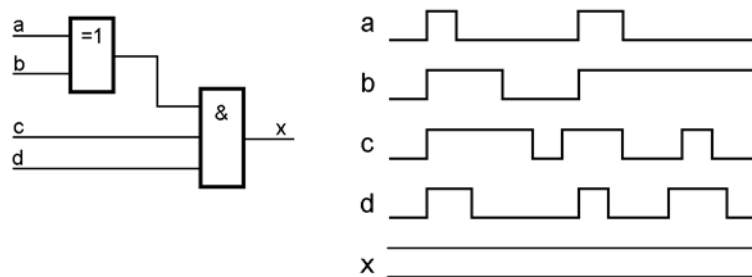

Abb. 6
6. Am Eingang einer Schaltung messen Sie die dargestellten Signalverläufe (Abb. 6). Was erwarten Sie am Ausgang? (Signalverlauf in idealisierter Form in das Diagramm einzeichnen.)